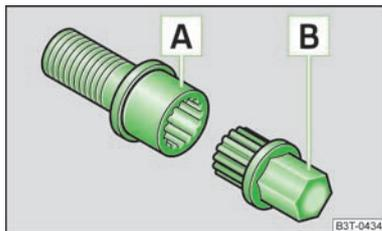

Fig. 161
- Insérez à fond l'adaptateur B sur son côté denté jusqu'en butée dans la denture intérieure du boulon antivol A de telle façon qu'il dépasse encore du six-pan extérieur » fig. 161.